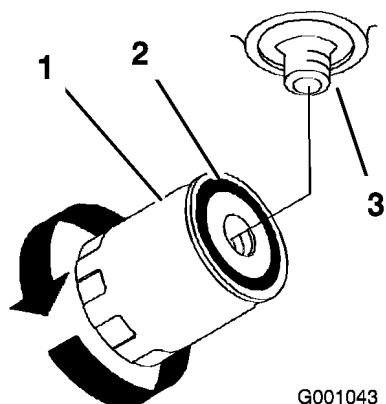

Figure 66
- Appliquez une fine couche de liquide hydraulique sur le joint en caoutchouc du filtre de rechange (Figure 66).
- Remplissez le réservoir hydraulique jusqu'à ce que le liquide déborde du filtre. Tournez alors le filtre à huile dans le sens horaire jusqu'à ce que le joint en caoutchouc vienne toucher l'adaptateur du filtre. Serrez ensuite le filtre de 1/2 tour supplémentaire (Figure 66).